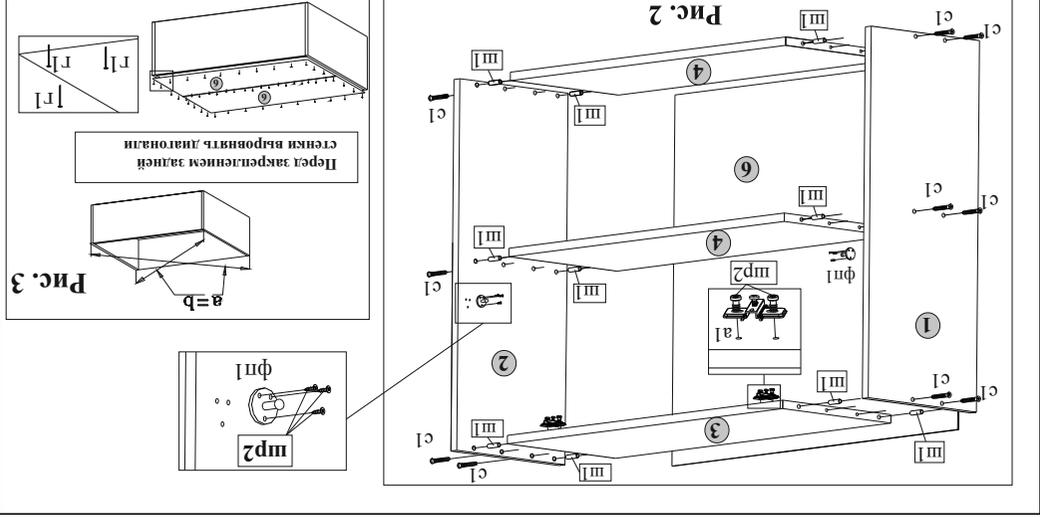

Рис. 2
5.2. В отверстиях диаметром 8 мм на торцевых кромках шитов 3, 4 вставить шканты Ш1 (рис.2). **ВНИМАНИЕ:** если ткань выступает из отверстия более чем на 10 мм, его необходимо укоротить.
5.3. На внутреннюю поверхность шитов 3 закрепить направляющие петли А1 с помощью шурупов МР2 и крестообразной отвертки. На внутренние поверхности боковых стенок 2 закрепить фиксирующие площадки ФН1 газового амортизатора АР шурупами МР2 (рис.2).
5.4. Соединить между собой детали корпуса шкафа настенного 1, 2, 3, 4 и стянуть стяжками винтовыми С1, пользуясь ключом К1 (рис.2).